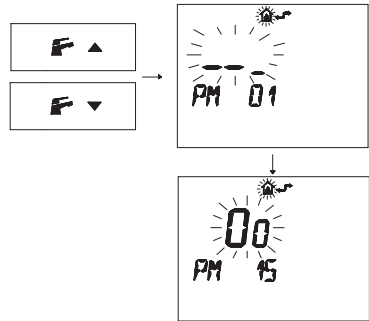

Fig. 5.32
- Premere i pulsanti **F**▲ o **F**▼ per visualizzare la programmazione "**PM15**" abilitazione della sonda esterna (Fig. 5.32).